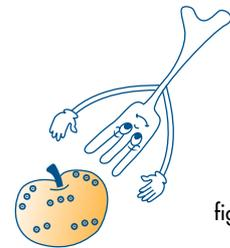

fig. 9
- 4) **Alimentos con pellejo, cáscara, corteza (por ejemplo: manzanas, patatas, tomates, salchichas, pescado) hay que pincharlos en varios puntos con un tenedor, de manera que el vapor pueda salir y el pellejo o la corteza no explote (Fig. 9).**